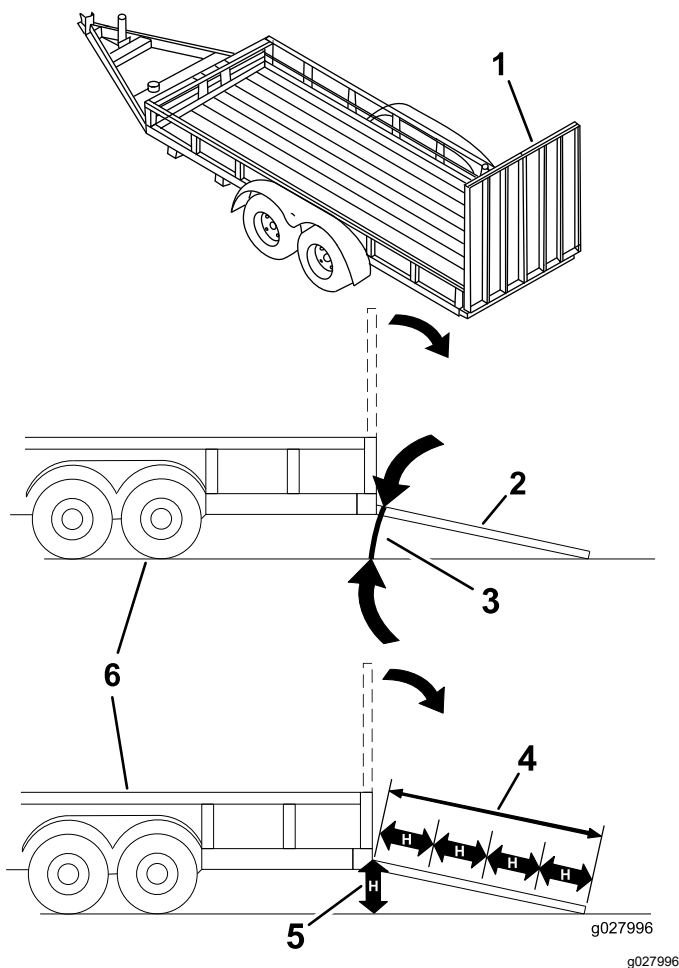

Figura 32
Încărcarea unei mainii pe o remorcă sau un camion crește riscul de răsturnare și poate cauza răni grave sau moartea (Figura 32).
3. Coborâi rampa, asigurându-vă că unghiul dintre rampă și sol nu depășește 15 grade (Figura 32).
1. Coborâi rampa, asigurându-vă că unghiul dintre rampă și sol nu depășește 15 grade (Figura 32).